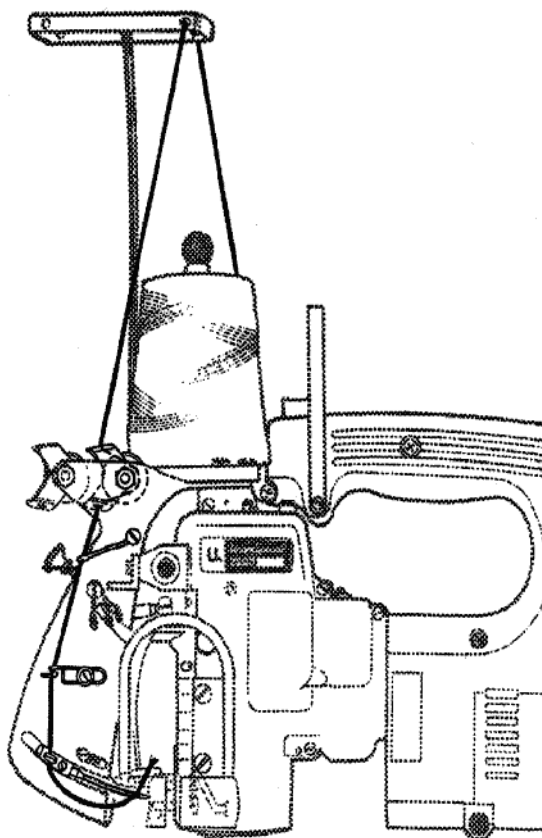

Fig.4
Prüfen Sie die Einfädelung der Maschine. Beachten Sie die Einfädelanleitung Fig. 4 und den Abschnitt "EINFÄDELN".
Thread the machine as shown in Fig. 4.
For threading the looper (double locked stitch machines only) open the hinged cover (A, Fig. 4) and turn motor handwheel in operating direction until the needle is in its lowest position below the throat plate. Reclose hinged cover (A) after threading.
The tension (L, Figs. 4 and 13) controls the looper thread and the tension (N) controls the needle thread. Only a slight tension should be applied on the looper thread. The tension applied on the needle thread depends upon the size of the thread and the thickness of the fabric to be sewn and has to be regulated till the machine sews and chains off perfectly.
The presser foot pressure is regulated with the knurled regulating screw (B, Fig. 4).
Fädeln Sie die Maschine wie in Fig. 4 gezeigt ein.
Zum Einfädeln des Greifers (nur bei Doppelkettenstichmaschinen) öffnen Sie die Verschußklappe (A, Fig. 4) und drehen am Motor-Handrad in Drehrichtung bis die Nadel in der tiefsten Stellung unter der Stichplatte ist.
Die Spannung (L, Fig. 4 und 13) reguliert den Greiferfaden und die Spannung (N) den Nadelfaden.
Der Drückerfußdruck wird mit der gerändelten Stellschraube (B, Fig. 4) reguliert.
Loosen the screw (D, Fig. 4) for the needle and draw out the needle. Insert the shank of the new needle as far as it will go into the needle seat and with the flat on the shank facing to the front.
Lösen Sie die Schraube (D, Fig. 4) für die Nadel und ziehen Sie die Nadel heraus. Stecken Sie den Kolben der neuen Nadel bis zum Anschlag in den Nadelsitz und so, daß die Fläche am Kolben nach vorne zeigt.